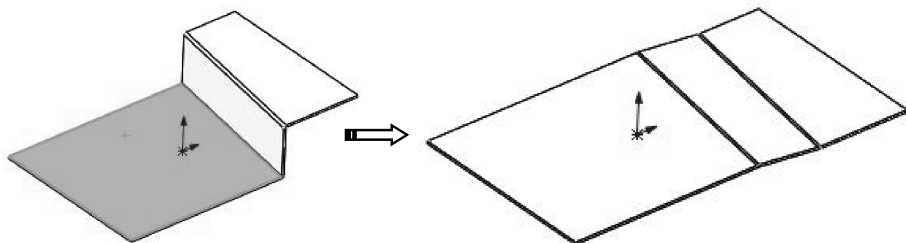

图 6-37 展开折弯
- 03 单击【确定】按钮, 完成所选折弯的展开, 如图 6-37 所示。